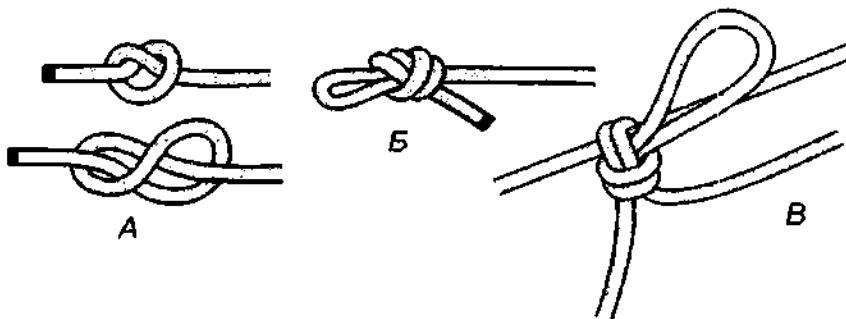

Рис. 69. Простой узел.
**Простой узел** – наиболее часто используемый в повседневной жизни узел у сухопутных людей и у моряков (рис. 69 А). На конце верёвки он может случайно завязаться даже сам. Но **простой узел** может и сам развязаться, если он не достаточно сильно затянут, поэтому, во избежание самопроизвольного развязывания, узел не рекомендуется завязывать на конце троса, оставляя очень короткий конец. Размер концевого **простого узла** можно значительно увеличить, если связать его сдвоенной верёвкой, а ходовой конец примотать к коренному концу изолентой (рис. 69 Б). **Простой узел**, связанный сдвоенной верёвкой, намного туже и крепче одинарного **простого узла**. В ходё-дзюцу **простой узел** вязался сложенной вдвое верёвкой при связывании пленных (рис. 69 В).